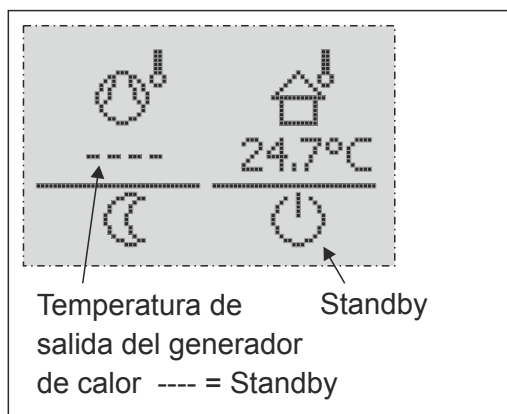

Figura 2-2
- i** ¡ATENCIÓN! Si se encontraba en modo de espera (Figura 2-2), deberá esperar hasta que aparezca el icono "Calefaccion" y se muestre la temperatura de salida del generador de calor (Figura 2-3). **Este proceso puede tardar hasta 5 minutos.**